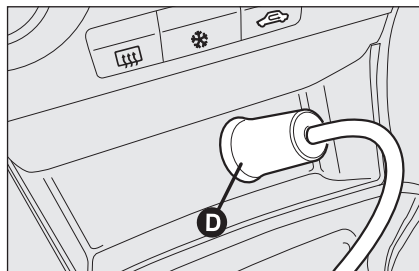
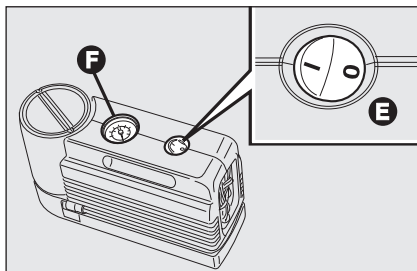

fig. 14
fig. 15
- ☐ s'assurer que l'interrupteur **E-fig. 15** du compresseur soit en position **0** (éteint), lancer le moteur, introduire la goupille **D-fig. 14** dans la prise de l'allume-cigares et actionner le compresseur en plaçant l'interrupteur **E-fig. 15** en position **I** (allumé). Gonfler le pneu à la pression prescrite dans le paragraphe "Pression de gonflage" au chapitre "Caractéristiques Techniques". Pour obtenir une lecture plus précise, il est conseillé de vérifier la valeur de la pression sur le manomètre **F-fig. 15** le compresseur éteint;